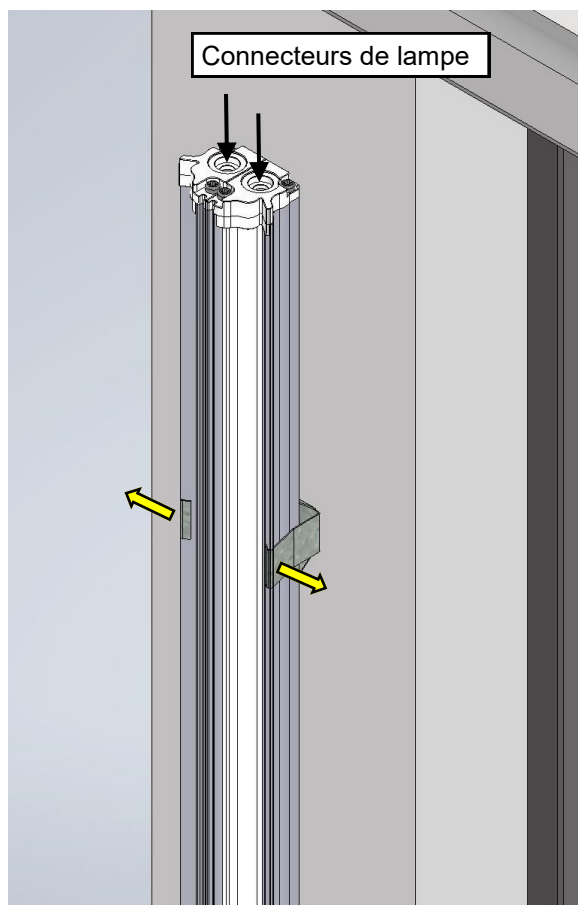

Fig. 1a
4. Décrochez la lampe des ressorts de fixation en exerçant une légère pression vers les côtés pour libérer la lampe (**Fig. 1a-1b**);